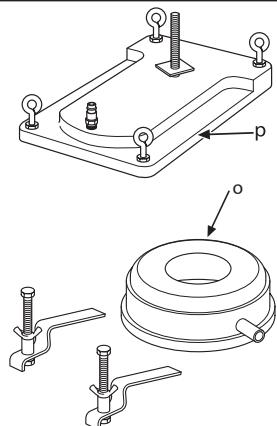

Fig. 5
4. Se si utilizza la piastra del vuoto accessoria (p) (fig. 5), verificare sempre che la superficie non sia porosa e non possa staccarsi dal pavimento o dalla parete. Controllare anche che la pompa del vuoto sia in grado di fissare la piastra del vuoto. Un esempio di motore a depressione adatto è Husqvarna VP200.
5. Raccogliere l'acqua in un apposito recipiente per evitare che danneggi l'attrezzatura (o) (fig. 5).
4. Bei Verwendung einer Vakuumplatte (p) (Abb. 5) (Zubehör) ist sicherzustellen, dass die Unterlage nicht porös ist, damit die Platte sich nicht von Fußboden oder Wand lösen kann, und die Vakuumpumpe das Ansaugen der Vakuumplatte bewältigt. Ein geeigneter Vakuummotor ist der Husqvarna VP200.
5. Wasserschäden sind zu vermeiden, mit Wassergefäß (o) (Abb. 5) arbeiten.
4. Si la plaque de sous-pression est utilisée (p) (Fig.5) (équipement supplémentaire), s'assurer que la base n'est pas poreuse et ne risque pas de se détacher du sol ou du mur et que la pompe à vide possède la capacité nécessitée par la plaque de sous-pression. Un moteur de vide approprié est le Husqvarna VP200.
5. Pour éliminer tout risque de dommages dus à l'eau, utiliser un collecteur d'eau (o) (Fig.5).
4. Indien een vacuümplaat wordt gebruikt (p) (fig. 5) (extra accessoire), moet u zich ervan vergewissen dat de ondergrond niet poreus is en van de vloer of wand kan loskomen én u moet controleren dat de vacuümpomp de vacuümplaat werkelijk vastzuigt, een geschikte vacuümpomp is Husqvarna VP200.
5. Voorkom waterschade, gebruik een wateropvangelement (o) (Fig. 5).